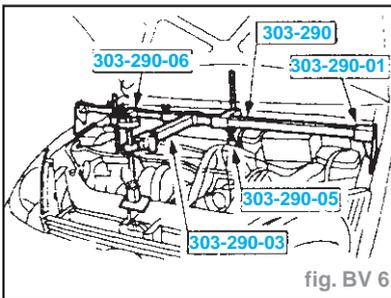

fig. BV 6
- Poser les outils spéciaux (fig. BV 6).
- Déposer l'outil spécial (fig. BV 6).